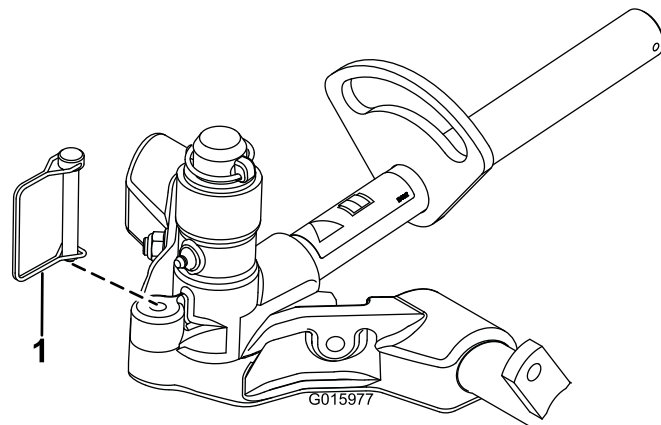

図 17
12. カッティングユニットが首振りしないように固定するには、スナッパピンを使ってピボットヨークをキャリアフレームに固定する 図 17。